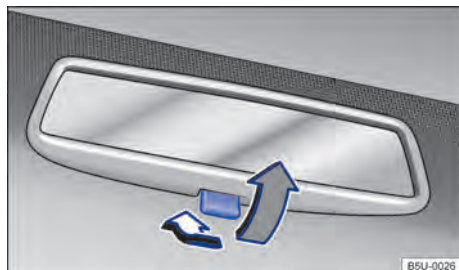

Fig. 71 No para-brisa: espelho retrovisor interno com antifuscante manual.
- Posição noite: puxar a alavanca → Fig. 71 (seta cinza), para evitar o ofuscamento dos faróis dos veículos que trafegam atrás. ▶